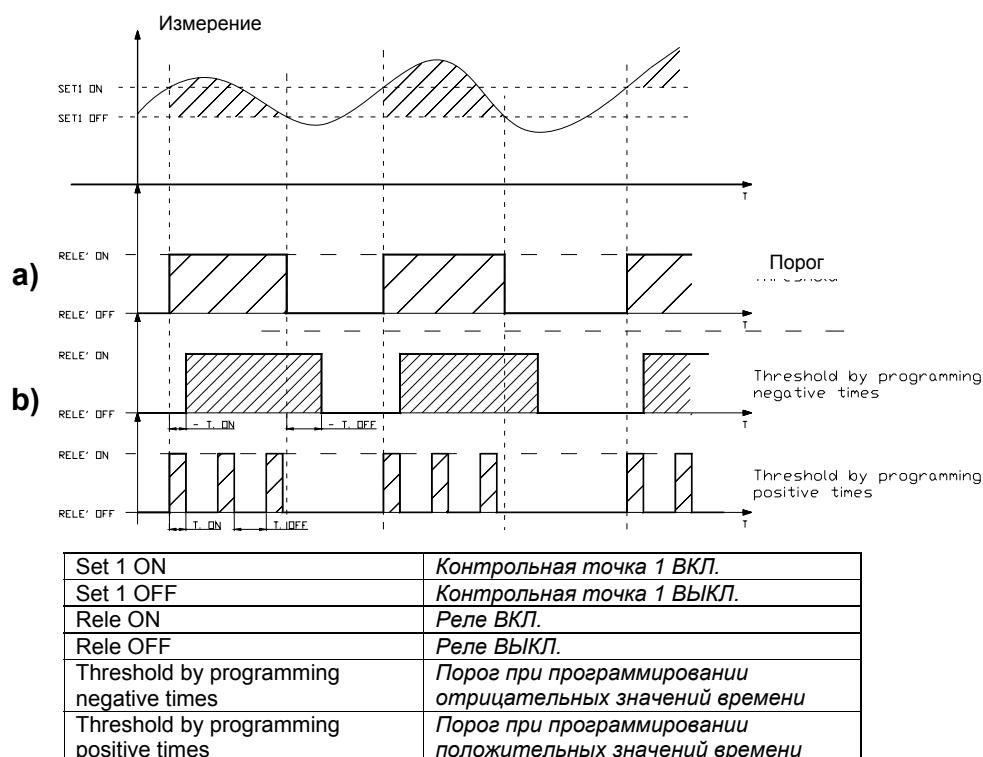

Рисунок 7 - Работа реле 1
Можно определить отрицательное или положительное время включения и отключения. (Рисунок 7)
*Например: Время ВКЛ.: -5сек., Время ВЫКЛ. -10сек. (Рисунок 7.а).*
*Например. Время ВКЛ.: 5 сек., Время ВЫКЛ. - 10 сек. (Рисунок 7.б).*